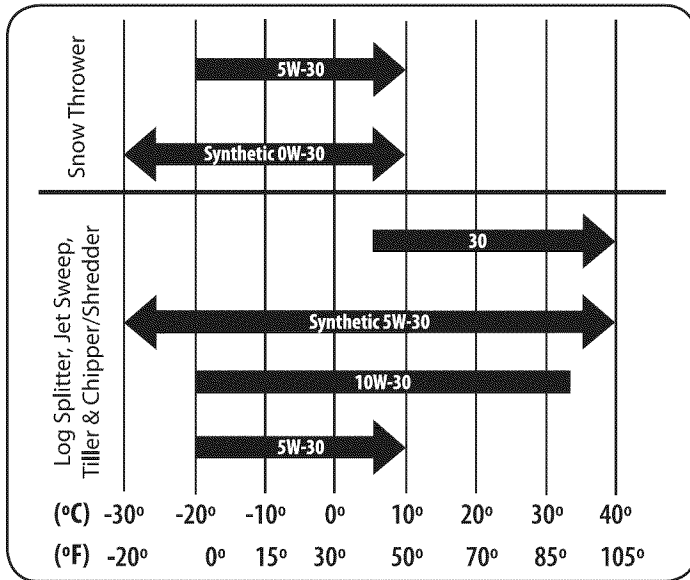

Figura 25
- Consulte la tabla de viscosidad (Figura 25) para las recomendaciones del petróleo. No llene demasiado. Use un 4 tiempos, o un detergente de alta equivalente, de primera calidad el aceite de motor certificado para cumplir o exceder los requisitos de EE.UU. fabricante de automóviles para la clasificación de servicios de un nivel mínimo de SF o SG (calificaciones más altas Nota es aceptable como SJ, SL y los grados SM). El aceite de motor mostrará esta denominación en el envase.